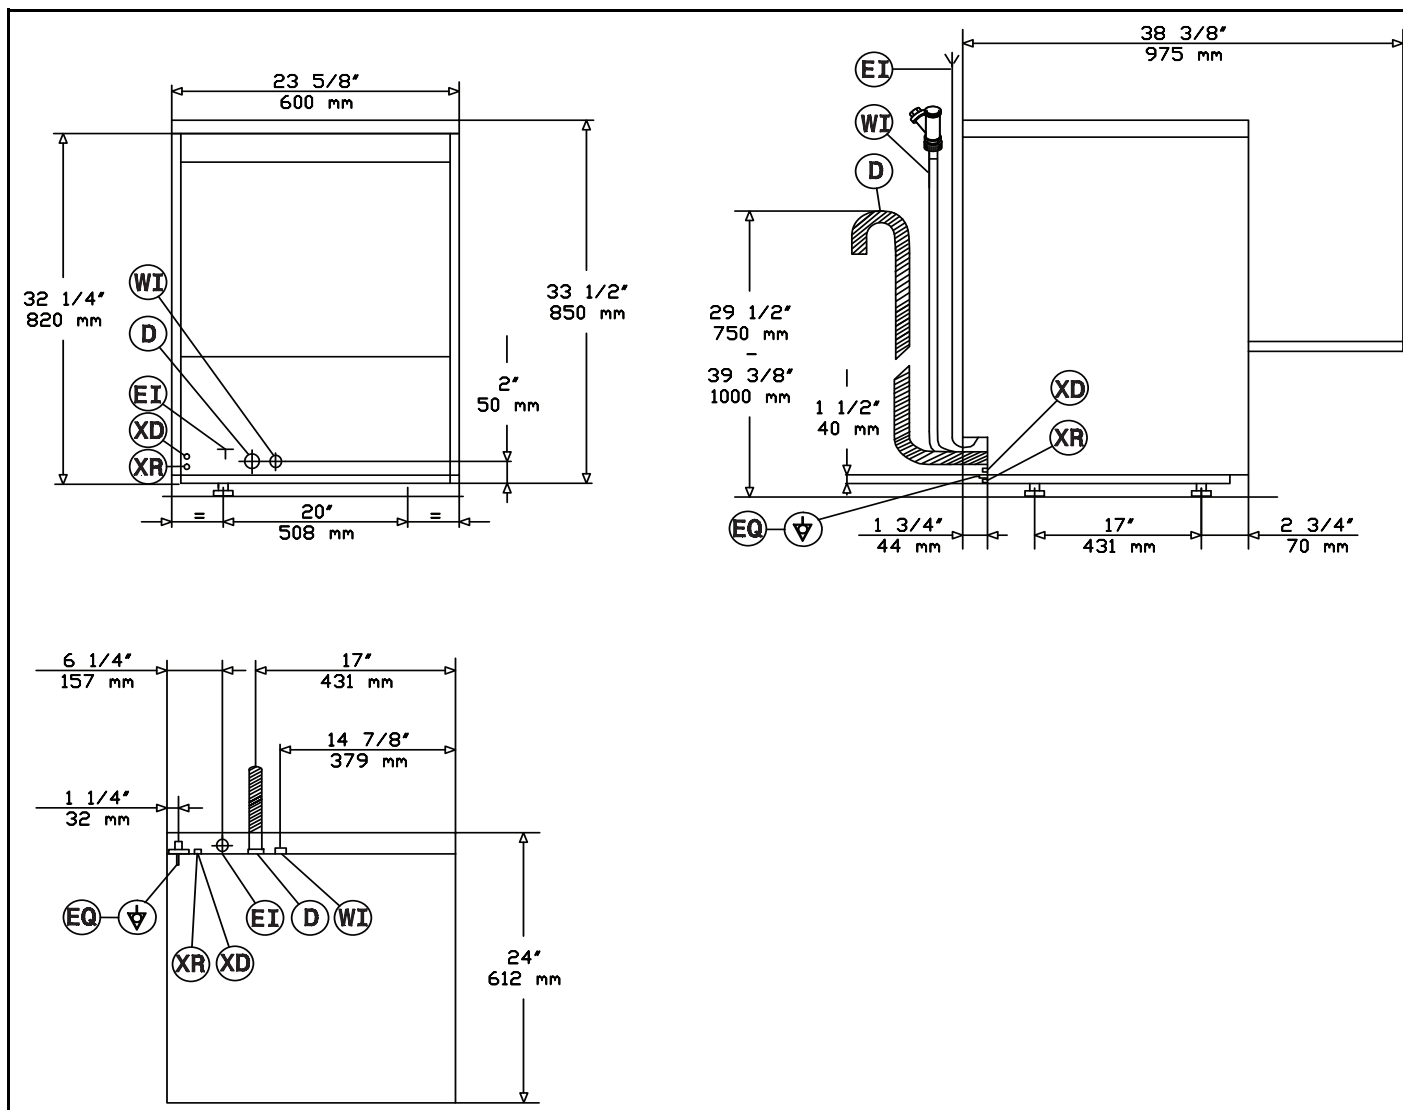
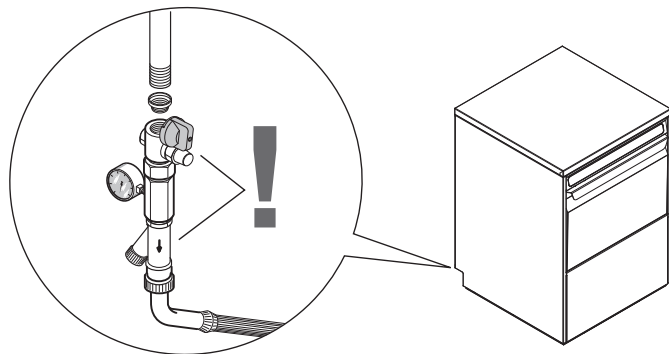

Fig. 4
Fig. 6
Légende Fig. 4
- Raccorder le tuyau d'alimentation en eau A de l'appareil (Fig. 4) au réseau hydraulique, en respectant les codes locaux de plomberie. Installer un robinet d'arrêt, un filtre et un manomètre entre l'appareil et l'alimentation en eau (Fig. 6).
- L'appareil exige un branchement de terre sur sa vis de mise à la terre située à l'arrière et libellée "Q" (Fig. 4) dans le manuel et signalée par le symbole "⚡" sur l'appareil. La section du conducteur doit être de AWG 8/8.35 mm². Ne pas utiliser le conduit ou un autre tube pour les branchements de mise à la terre. Au besoin, indiquer à l'électricien de fournir le fil de terre.